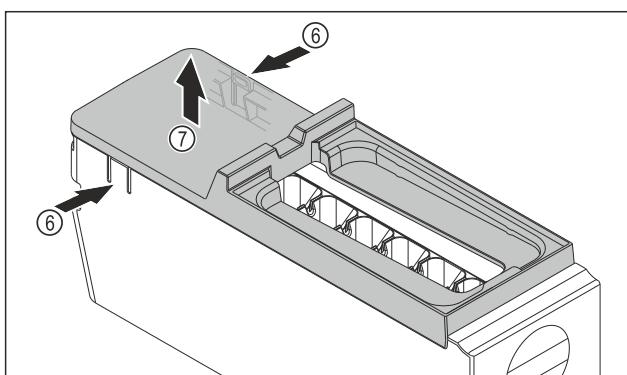

Fig. 88
- Scoateți apărătoarea corpului EasyTwist-Ice: Apăsați eclisele Fig. 88 (6) de pe ambele părți ale corpului EasyTwist-Ice cu o mână.
- Scoateți apărătoarea Fig. 88 (7) cu cealaltă mână în sus.